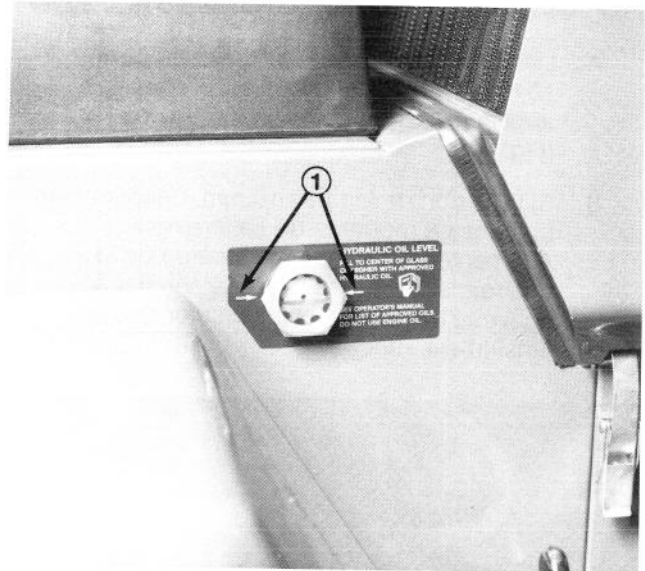
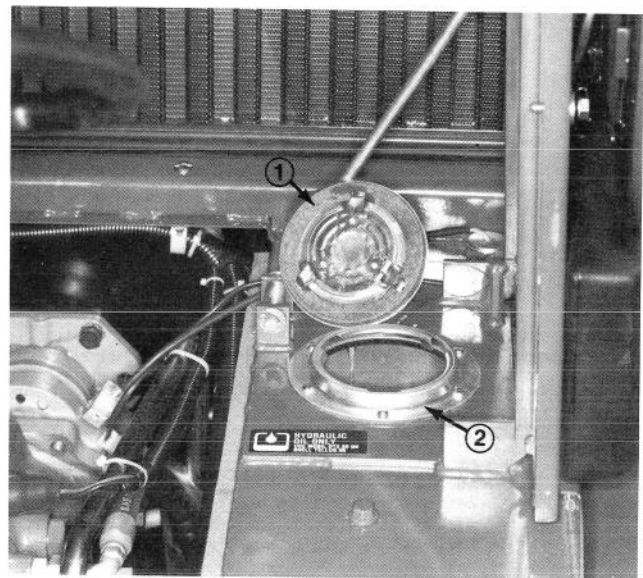

Figure 43
Figure 44
Capacité du réservoir hydraulique: 58 l. Lorsque la machine est sur une surface horizontale, le niveau devrait se situer de 6 à 12 mm au-dessous des flèches sur la jauge quand l'huile est froide. L'huile chaude devrait être au niveau des flèches de la jauge (Fig. 43). Si le niveau est bas, ajouter de l'huile. Se reporter aux Caractéristiques du liquide hydraulique (Page FR-7).
2. Nettoyer la surface autour du couvercle du réservoir (Fig. 44). Retirer le couvercle et rectifier le niveau d'huile pour qu'il atteigne les flèches de la jauge (Fig. 43).
4. Lorsque les unités de coupe sont relevées et que le liquide est chaud, observer l'indicateur de niveau (Fig. 43). Si le niveau du liquide n'atteint pas les flèches, le rectifier. Ne pas remplir si le liquide est froid.
6. Observer l'indicateur de niveau (Fig. 43). Le niveau d'huile hydraulique devrait atteindre les flèches lorsque l'huile est chaude. Rectifier le niveau s'il est bas. Se reporter aux Caractéristiques du liquide hydraulique (Page FR-7).